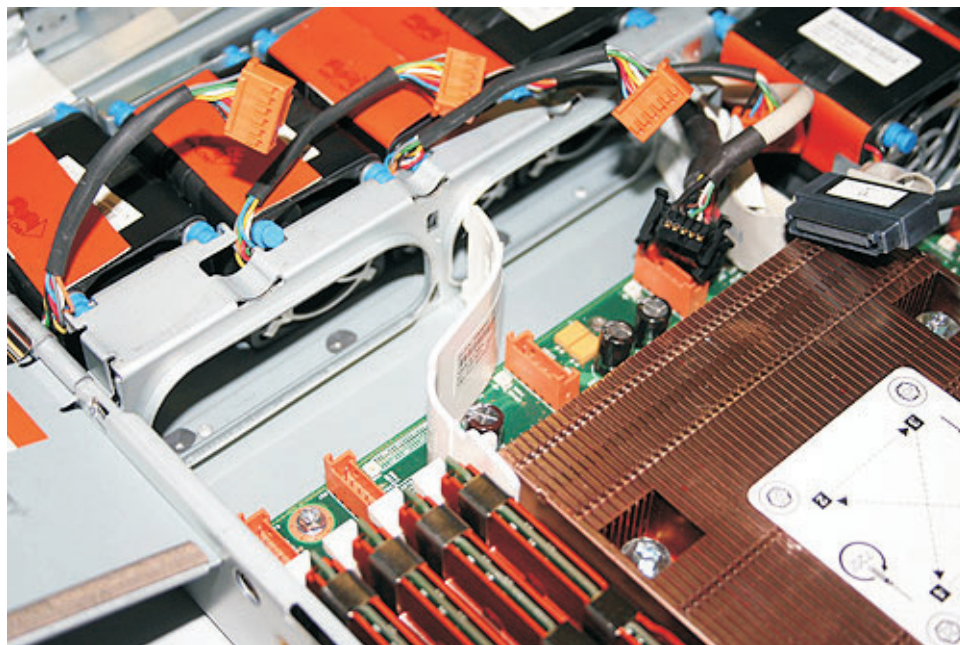

図 285. SAN ポリユーム・コントローラー 2145-8G4 システム・ボードの右のエア・バッフル
11. 右側エア・バッフルを取り外します (図 285 を参照)。最初に、エア・バッフルを右方に引いてから、コネクタを装置の後方に押し、サポート・レールから解放します。次に、バッフルを前方に引いてから上方に引き上げて、クリップをシステム・ボードから解放します。最後にバッフルを持ち上げて外します。